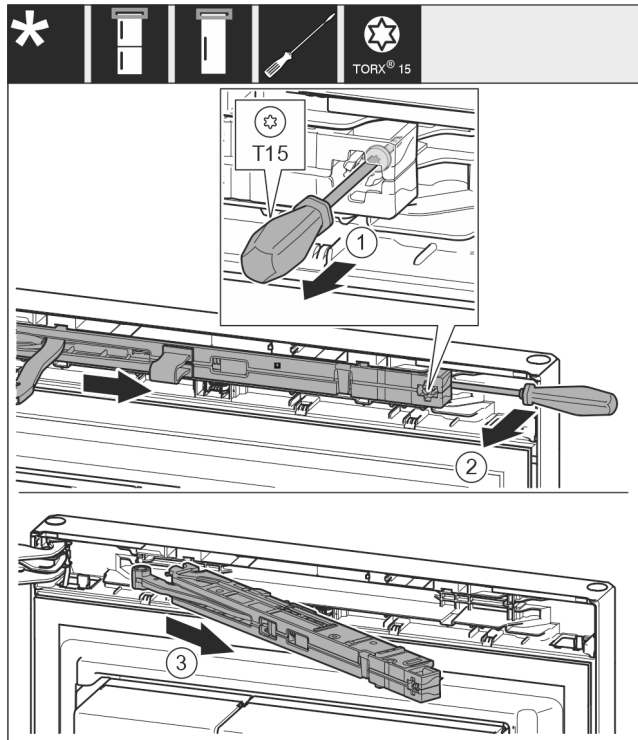

Fig. 12
- Odkręcić śrubokrętem śrubę Fig. 12 (1) na amortyzatorze zamykania drzwi na 14 mm.
- Wyczepić amortyzator zamykania drzwi Fig. 12 (2) śrubokrętem po stronie uchwytu.
- Wyjąć amortyzator zamykania drzwi Fig. 12 (3).